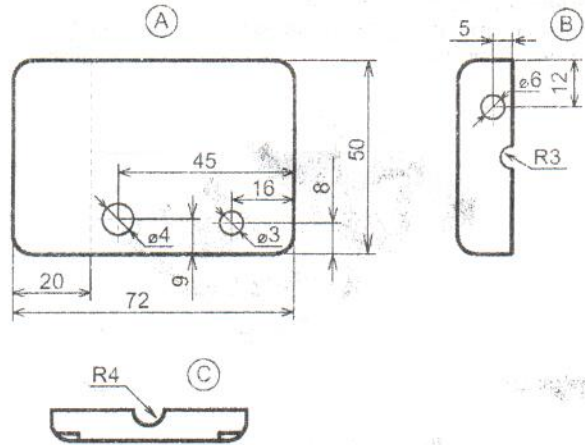

Рис.4 Доработка корпуса BOX-G025
- Распилите верхнюю крышку на расстоянии 20мм от торца и просверлите 2 отверстия (Ø4мм под подстроечный резистор и Ø3мм под светодиод) на ней, как показано на рис.4 (А);
- С торца крышки просверлите отверстие Ø6мм под разъем питания, а также сделайте выемку под провод радиусом 3мм (рис.4 (В));
- На торце нижней части корпуса также сделайте выемку под провод радиусом 4мм, как показано на рис.4 (С);